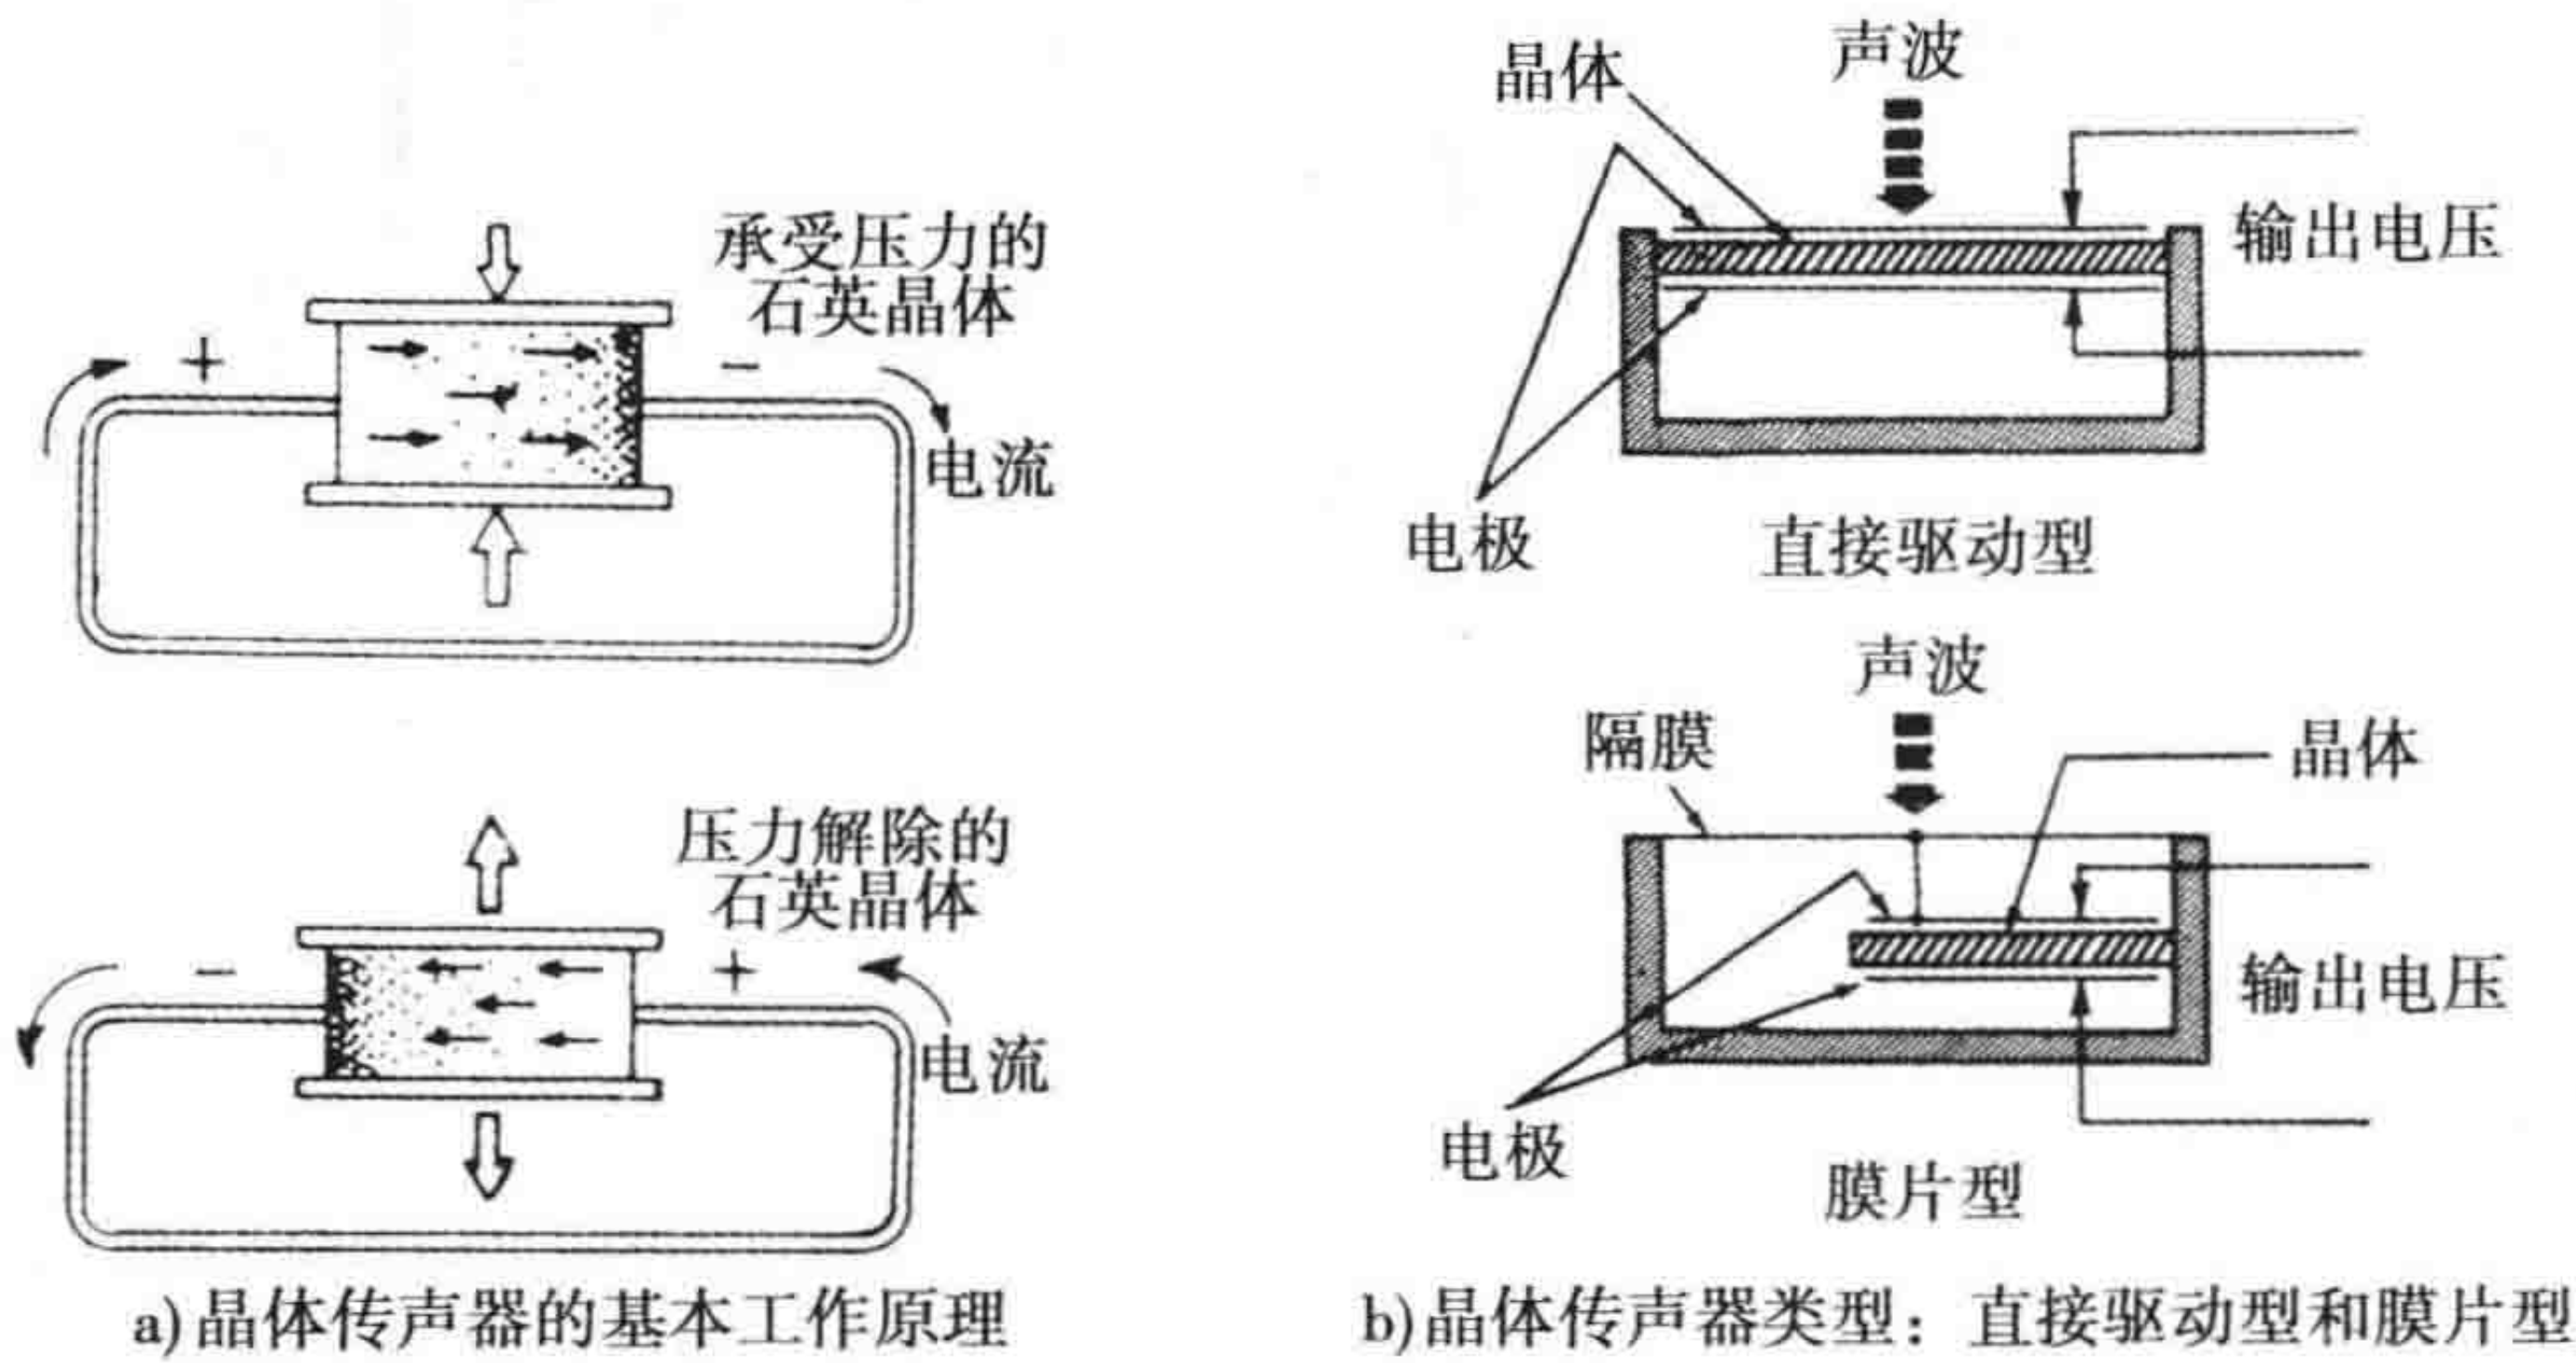

图 I-6 晶体传声器
- **压力** 当压力作用于特定的晶体（也就是通常所说的罗谢尔盐或石英）时就会产生电。晶体传声器就是利用石英的这个特殊属性（如图 I-6 所示）而制造的。在这里，弯曲的晶体产生一个小的电信号输出，这个现象称为压电效应。因此，通过放大所产生的小的电信号可以驱动扬声器。事实上，晶体拾音器已经用于便宜的电唱机上以及一些工业应用中了。